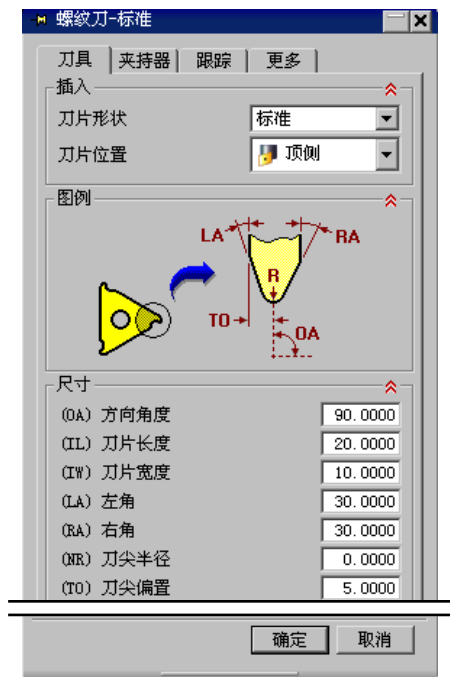

图 7.5.3 “螺纹刀-标准”对话框
Step3. 在“螺纹刀-标准”对话框中设置图 7.5.3 所示的参数，单击 **确定** 按钮，完成刀具的创建。